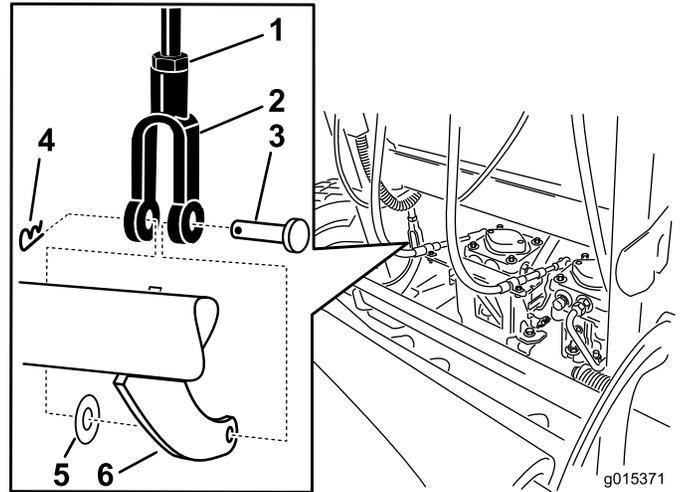

Figure 71
6. Desserrez l'écrou de blocage (Figure 71).
7. Tournez la chape. Pour serrer le frein, tournez la chape vers le haut. Pour desserrer le frein, tournez la chape vers le bas (Figure 71).
8. Fixez la chape au levier de frein inférieur avec la goupille fendue et l'axe de chape (Figure 71).
9. Resserrez l'écrou de blocage (Figure 71).
5. Pour régler le frein, retirez la goupille fendue et l'axe de chape du levier de frein inférieur et de la chape (Figure 71).